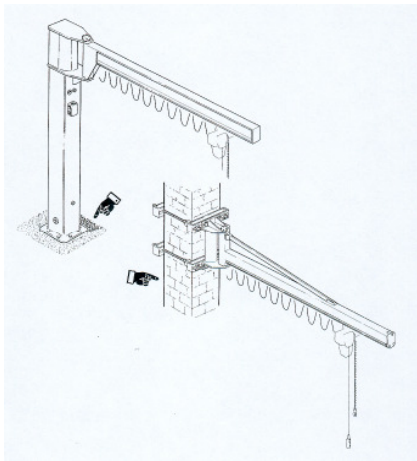

fig.64
- **TOUJOURS** vérifier la solidité et l'adéquation des structures (murs, colonnes, fondations) qui supportent la potence (fig. 64).